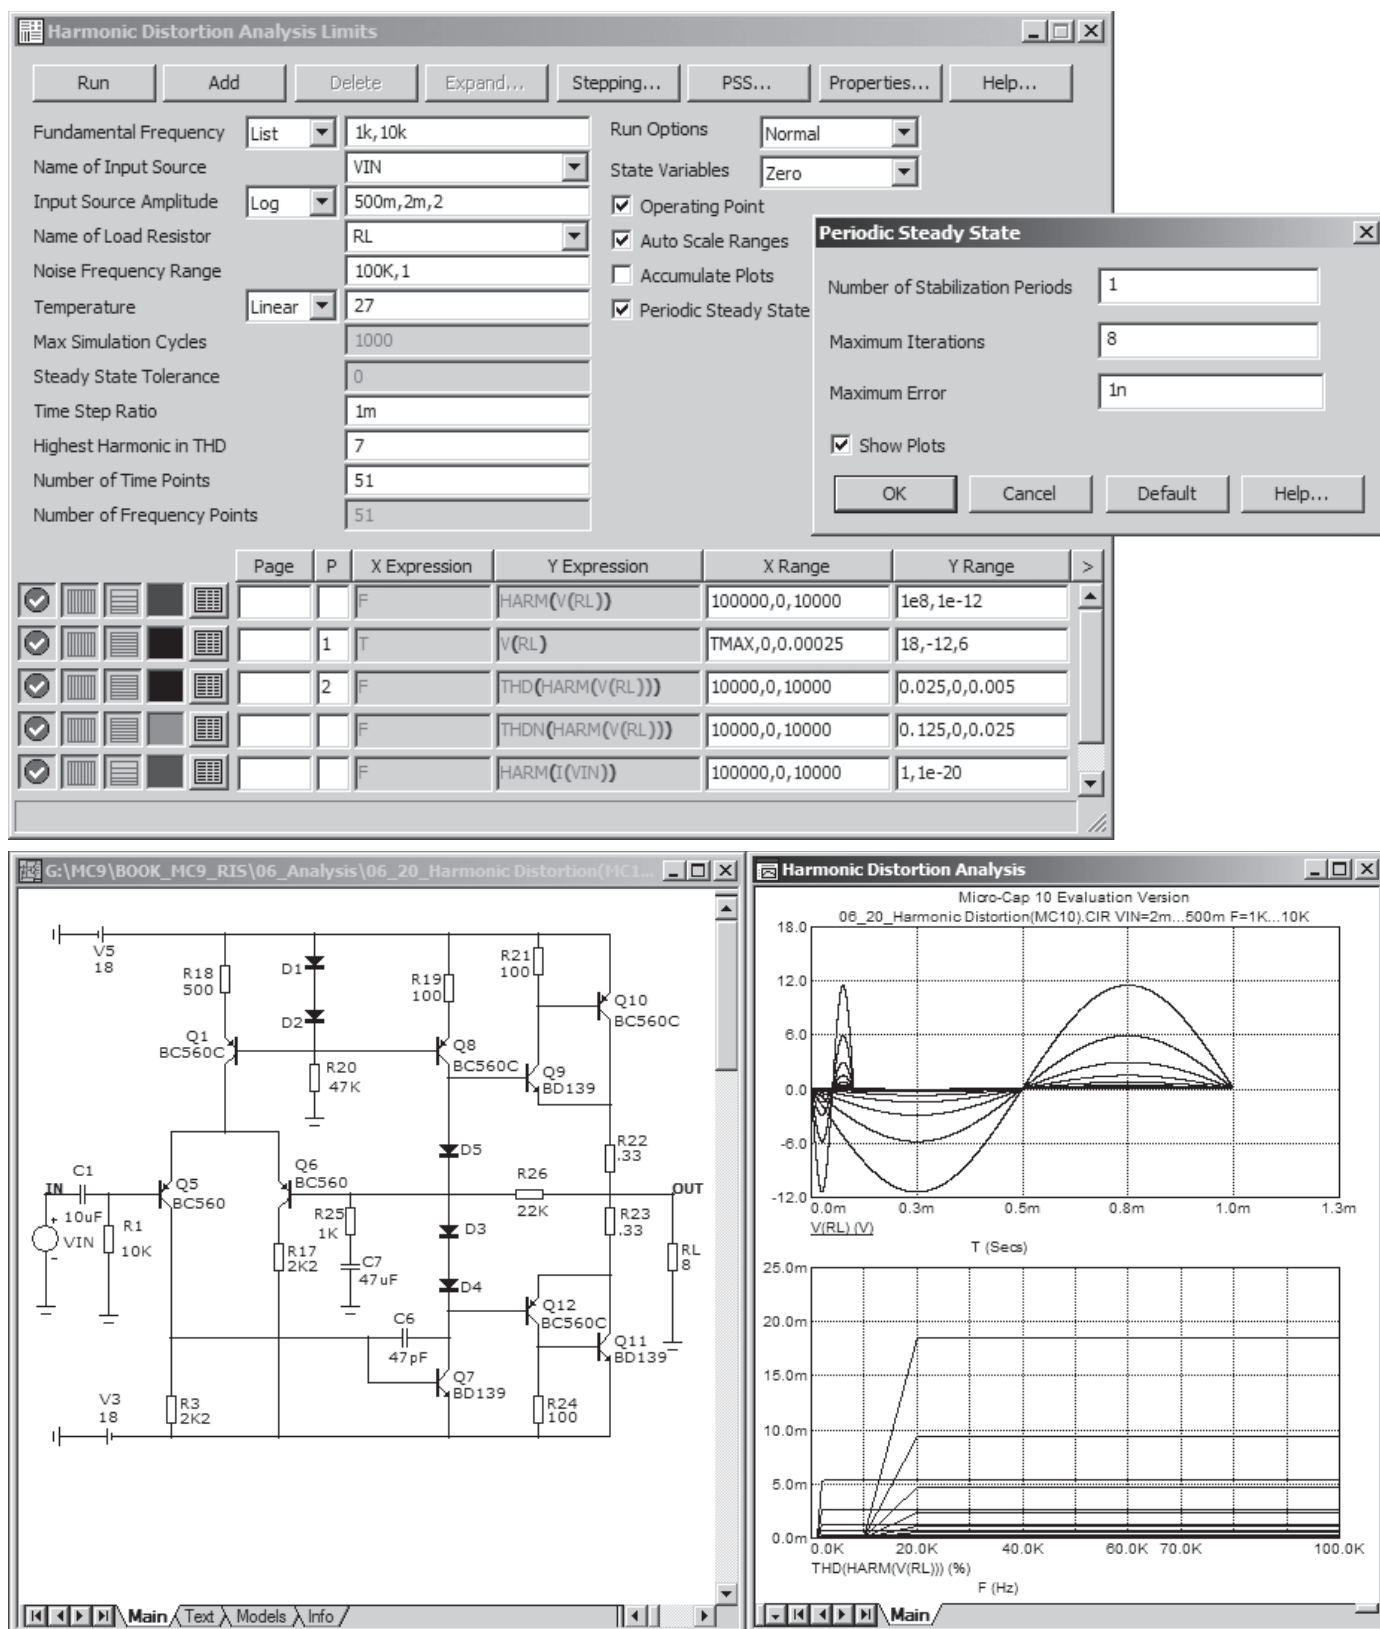

Рис. 6.20. Окно задания параметров анализа Harmonic Distortion в MC10
В качестве примера демонстрации возможностей анализа рассмотрена схема PSS2 из каталога *Analysis\DISTORTION\MC10* (рис. 6.20), представляющая собой усилитель мощности звуковой частоты. При запуске в меню *Analysis* пункта *Harmonic Distortion* появляется диалоговое окно задания параметров этого вида анализа (рис. 6.20). Оно содержит следующие поля:
Любой из перечисленных встроенных графиков может быть запрещен установкой пробела (N) в поле *plot number* (P) спецификации вывода. В примере рис. 6.20 оставлены лишь 2 графика: выходное напряжения и коэффициент гармоник этого напряжения.
Для запуска анализа следует нажать F2 или RUN. Результаты будут выглядеть как показано на рис. 6.20, справа.